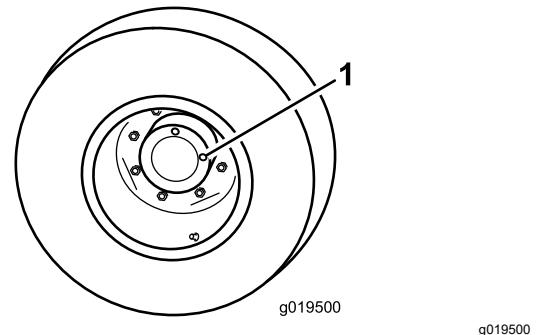

Figura 69
1. Con la macchina parcheggiata su terreno pianeggiante, posizionate la ruota in modo che un tappo di controllo si trovi a ore 12 e l'altro a ore 3 (Figura 69).
1. Tappo di controllo/spurgo (2)
2. Rimuovete il tappo a ore 3 (Figura 69).